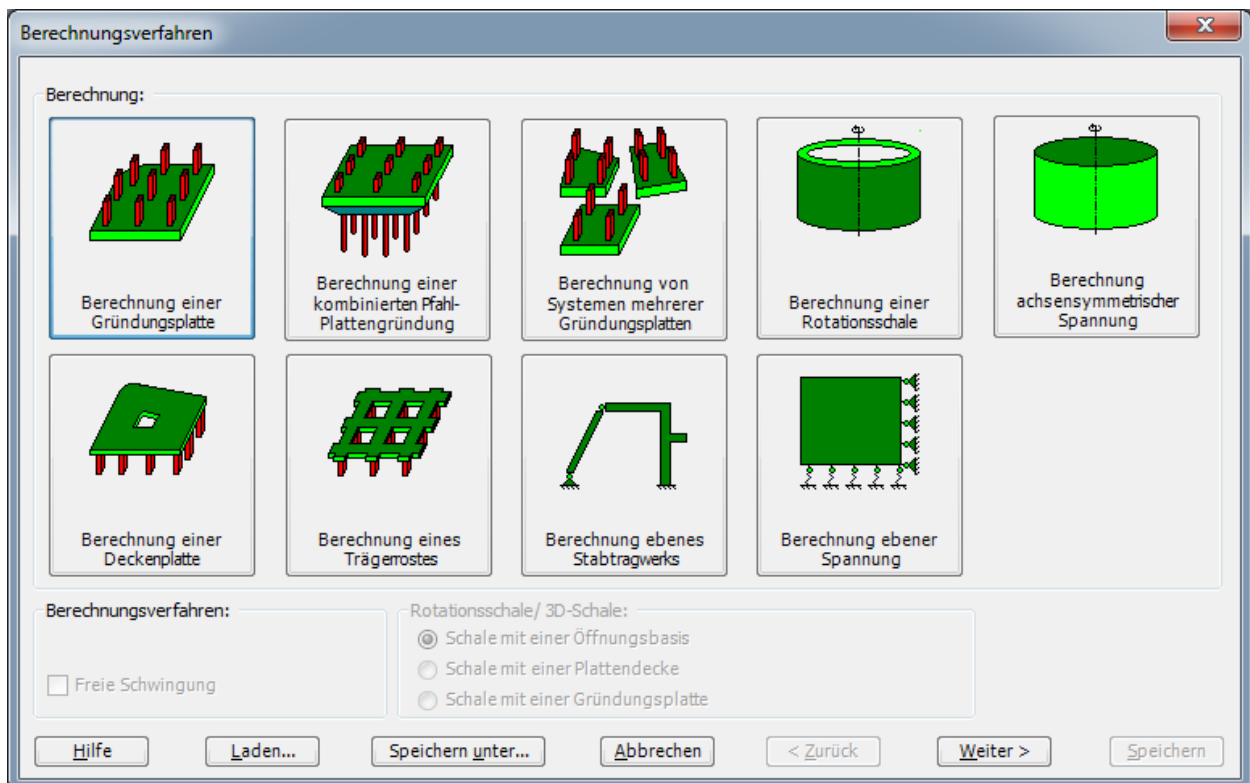

Bild 3.2 Wizard-Assistent "Berechnung"
Um das Projekt zu erstellen, starten Sie *ELPLA* und wählen Sie den Befehl "Neues Projekt" aus dem Menü "Datei" des *ELPLA*-Fensters. Der folgende Wizard-Assistent im Bild 3.2 erscheint. Der Wizard-Assistent vereinfacht den Prozess mit Hilfe der Standard- und vertrauten Wizard-Oberfläche. Ein Wizard-Assistent ist eine Reihe von Menüs in einem speziellen Fenster, die durch eine Aufgabe helfen.
- Wählen Sie "Berechnung einer Gründungsplatte" (wie in Bild 3.2 gezeigt)